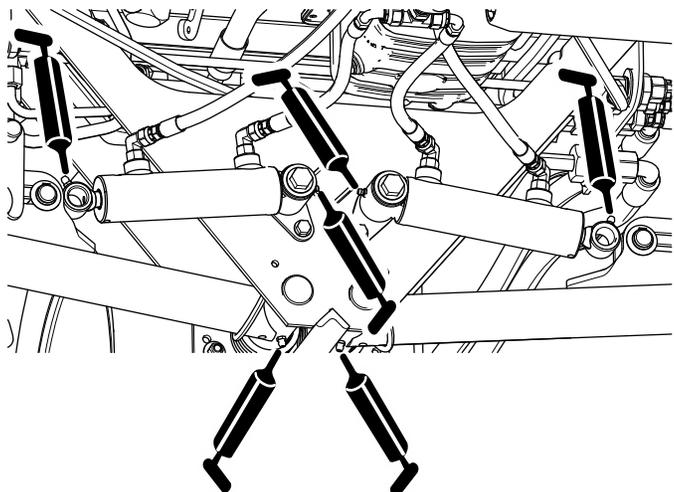

Рисунок 56
- Оси поворота задних подъемных рычагов и подъемные цилиндры (по 3 шт. с каждой стороны); см. Рисунок 56.